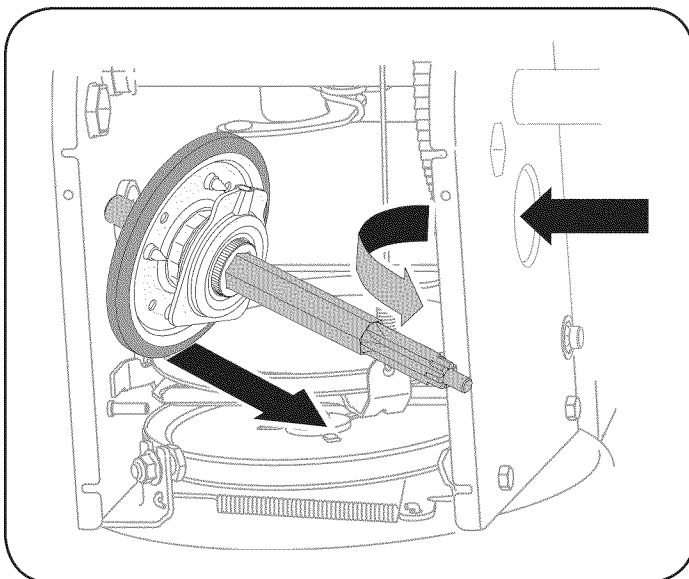

Figura 32
7. Con cuidado, ubique el eje hexagonal hacia abajo y hacia la izquierda antes de deslizar con precaución el montaje de la rueda de fricción fuera del eje. Vea la Figura 32.